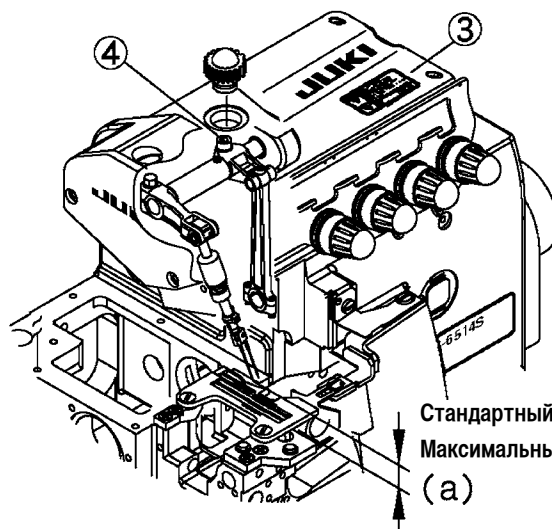

Рис. 33
1. (a) - расстояние от конца иглы до поверхности игольной пластинки, когда игла поднимается к наивысшей точке после поворота шкива. (Рис. 33)